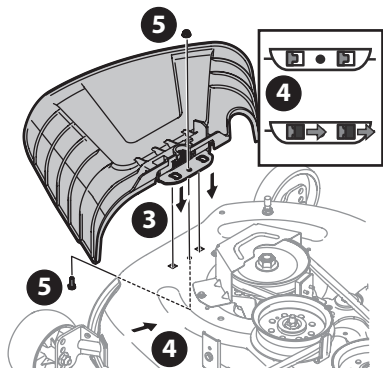

Figura 7
3. Ubique el deflector del canal en la plataforma, asegúrese de insertar las lengüetas de dicho deflector en los orificios de la plataforma (Figura 7).
4. Deslice el deflector del canal hacia la parte posterior del tractor hasta que el orificio del perno que está en el deflector del canal quede alineado con el orificio de la plataforma (Figura 7).
5. Sujete el deflector del canal en su lugar con la tuerca de seguridad con brida y el tornillo hexagonal que se extrajeron en el paso dos. Ajuste hasta 102-124 pulgadas-libras (12-14 N-m) (Figura 7). Pase a Instalación de las Ruedas de la Plataforma (si se incluyen).